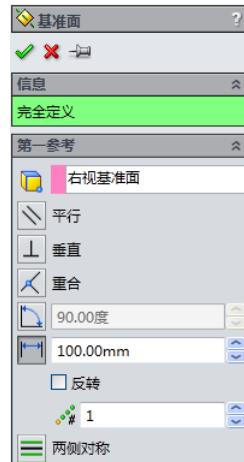

图 6-91 “基准面”属性管理器
**17** 添加基准面。在菜单栏中选择“插入”→“参考几何体”→“基准面”命令，或者单击“特征”工具栏中的“基准面”图标按钮，此时系统弹出如图 6-91 所示的“基准面”属性管理器。在属性管理器的“选择”一栏中，选择“FeatureManager 设计树”中“右视基准面”；在“距离”一栏中输入 100mm，注意添加基准面的方向。单击属性管理器中的“确定”图标按钮，添加一个基准面。